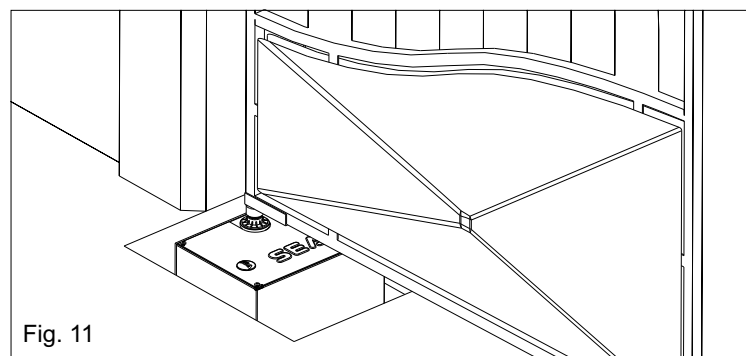

Fig. 11
**3.7.** Poser les vantaux du portail sur le profilé en U (Fig. 11) et les relier à la charnière sur la partie supérieure.